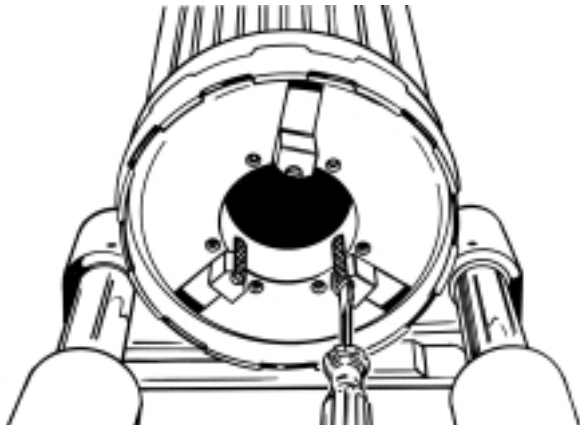

Figure 23 – Remplacement des mordaches
1. **Pour retirer une mordache** – introduisez un tournevis dans l'encoche de la mordache et tournez-le d'un quart de tour, d'un côté ou de l'autre. Retirez la mordache (Figure 23).